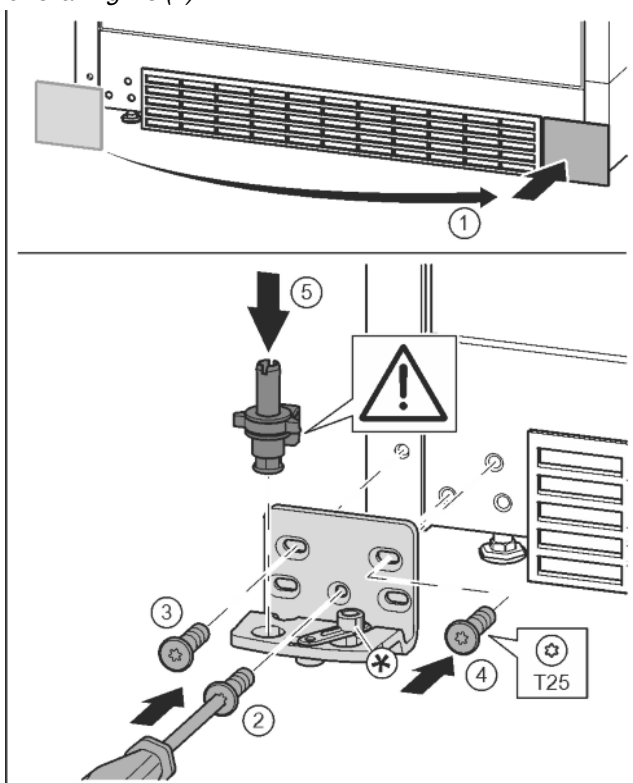

Fig. 16
- ▶ Sejměte kryt a připevněte jej na druhé straně. Fig. 16 (1)
- ▶ Nasadte stojan ložiska na druhé straně a přišroubujte pomocí šroubováku T25. Začněte šroubem 2 dole uprostřed. Fig. 16 (2)
- ▶ Pevně utáhněte šroub 3 a 4. Fig. 16 (3, 4)
- ▶ Zcela vložte ložiskový čep. Přitom dávejte pozor, aby zajišťovací vačka směřovala dozadu. Fig. 16 (5)